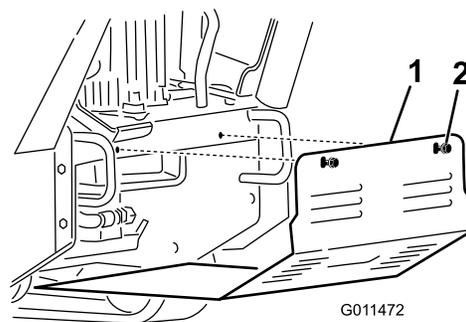

図 27
2. 下部シールドを機体に固定しているボルト2本を交互にゆるめてシールドを外す 図 27。
2. 下部シールドを機体にセットする。4個のタブ全部に載るようにセットすること 図 27。